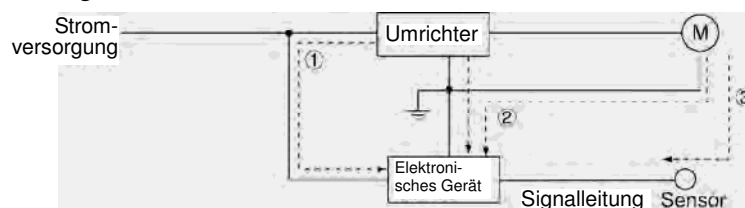

Abbildung A.3: Leitungsstörungen
Die in einem Umrichter erzeugten Störungen können sich über die Leitungen und die Stromversorgung ausbreiten, sodass Peripheriegeräte des Umrichters von den Störungen betroffen sein können (Abbildung A.3). Diese Störungen werden als „Leitungsstörungen“ bezeichnet. Einige Leitungsstörungen breiten sich über den Hauptstromkreis ① aus. Sind die Erdungsleitungen an einen gemeinsamen Erdungspunkt angeschlossen, breiten sich die Leitungsstörungen über den Weg ② aus. Wie durch den Weg ③ dargestellt breiten sich Leitungsstörungen über Signalleitungen und geschirmte Leitungen aus.